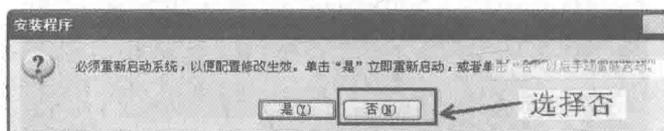

图 1-7 “安装程序”对话框
⑦单击完成按钮，将会出现“安装程序”对话框，如图 1-7 所示。选择“否”退出程序安装，此时表明安装成功。